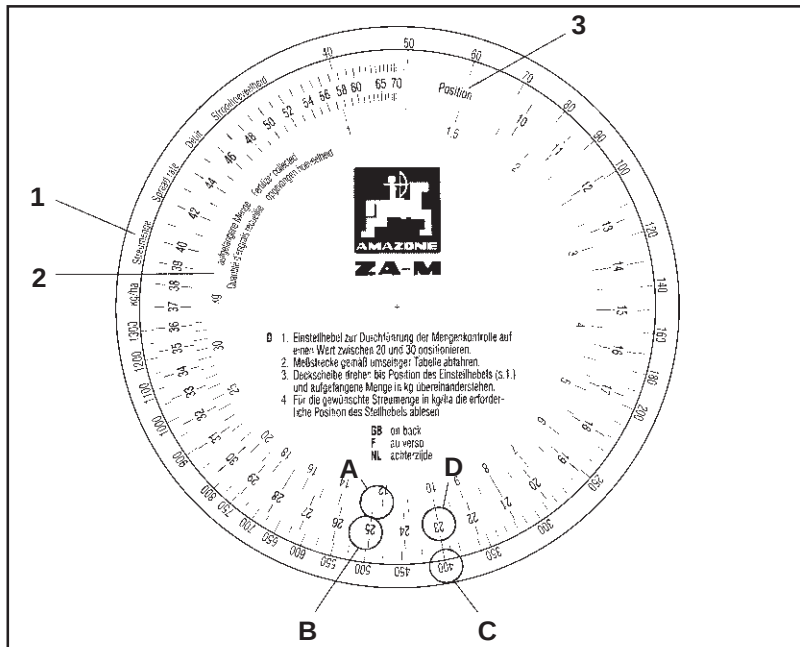
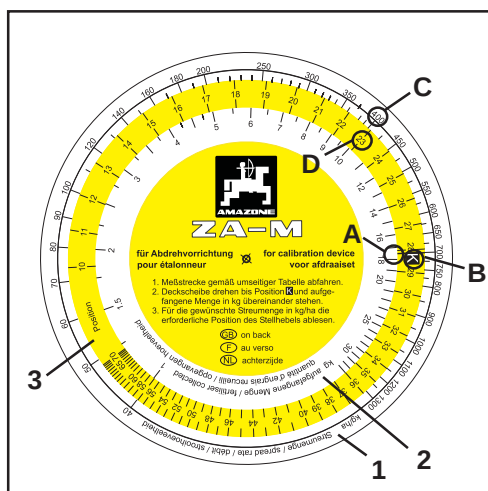

Fig. 7.9
Fig. 7.13
1. Den ydre, hvide skala til den ønskede spredemængde [kg/ha] (fig. 7.9/1).
2. Den indvendige, hvide skala til den gødningsmængde [kg] (fig. 7.9/2) der er samlet op under indsåningsprøven.
3. Den midterste, farvede skala med skodstillingen (position) (fig. 7.9/3).
- Tag indsåningsskiven i hånden. På skalaen (**Fig 7.9/2**) til den opsamlede mængde [kg] opsøges talværdien **“12,5” (Fig 7.9/A)** som stilles ud for den valgte skodstilling (position) **“25” (Fig 7.9/B)** på den farvede skala (**Fig. 7.9/3**).
- Find den ønskede spredemængde (**400 kg/ha**) (**Fig. 7.9/C**) på skalaen til spredemængden (**Fig. 7.9/1**) og find den nødvendige skodindstilling „23“ (**Fig. 7.9/D**).
- Find den ønskede spredemængde (**400 kg/ha**) (**Fig. 7.9/C**) og den krævede skodstilling (position) **“24” (Fig. 7.9/D)** aflæses.
- Find den ønskede spredemængde (**400 kg/ha**) (Fig. 7.13/C) og den krævede skodstilling (position) „**23**“ (Fig. 7.9/D) aflæses.
- Find den ønskede spredemængde (**400 kg/ha**) (Fig. 7.13/C) og den krævede skodstilling (position) „24“ (Fig. 7.9/D) aflæses.